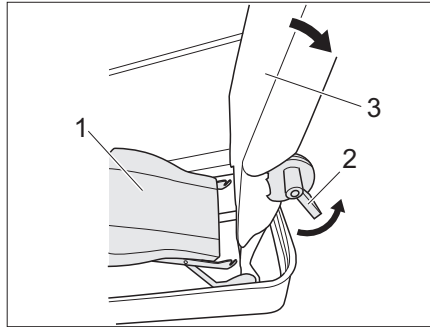
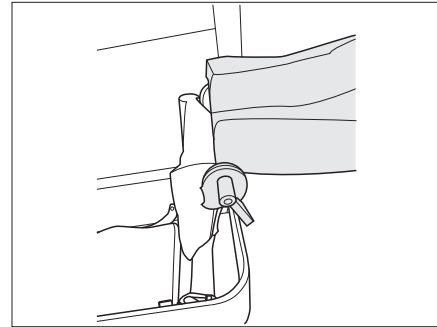

Bild 223 Sitzfläche aushängen
Bild 224 Sitzlehne um 90° nach hinten gedreht
- Sitzfläche (Bild 223,1) aushängen und nach unten bewegen.
- Hebel 1 (Bild 223,2) betätigen und Sitzlehne (Bild 223,3) um 90° nach hinten drehen (Bild 224).